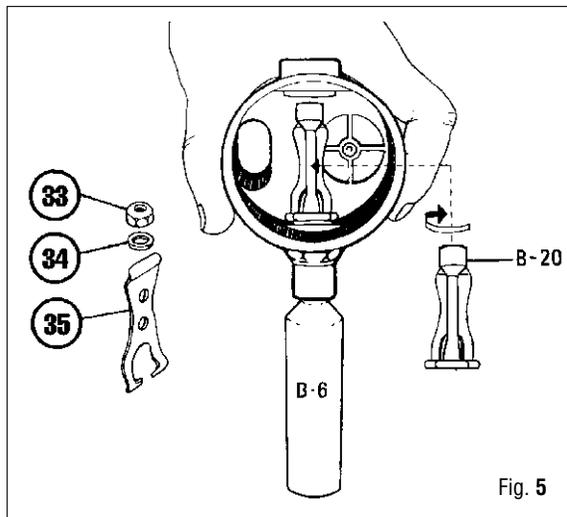

Fig. 5
10. Posicione correctamente la leva de regulación en la ranura de la inserción portaleva (91), coloque la arandela (34) en la varilla de la válvula y atornille un poco la tuerca de regulación (33), usando la llave especial (B-20 o B-12). (Fig. 5)